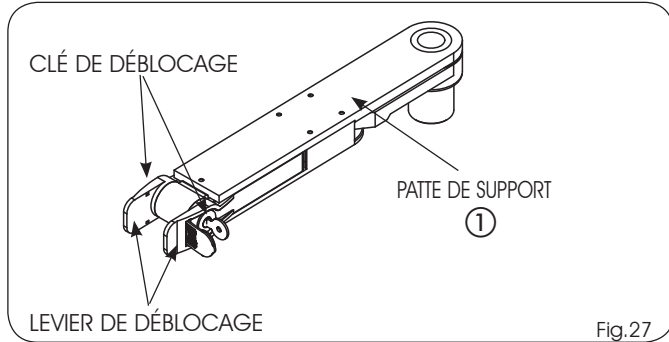

Fig. 27
Le dispositif, qui est inséré sur la patte de support du moteur (Fig. 27 réf. ①), permet de débloquent le système aussi bien de l'intérieur que de l'extérieur de la propriété. IL NE FAUT PAS DE DOUILLES AUTRES QUE CELLES FOURNIES.
- 1) Replacer le levier de déblocage dans sa position de repos (Fig. 27).